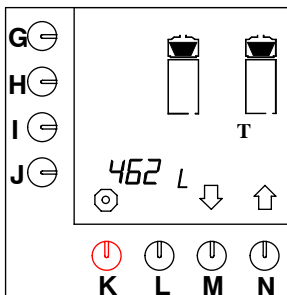

Fig. 51 Contatore totale della macchina di preparazione del caffè
- Premere il tasto di selezione (N.)↑ fino a che sullo schermo viene visualizzato quanto illustrato nella fig. 51 .